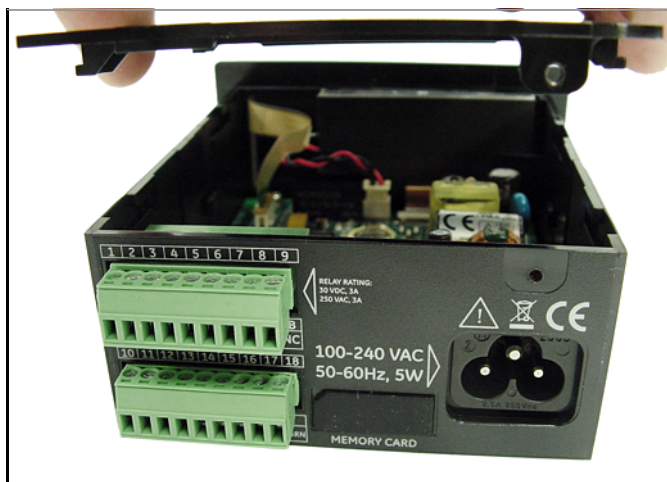

Figura 7: Remover a tampa
5. Erga a tampa para fora do gabinete (veja *Figura 7* abaixo).